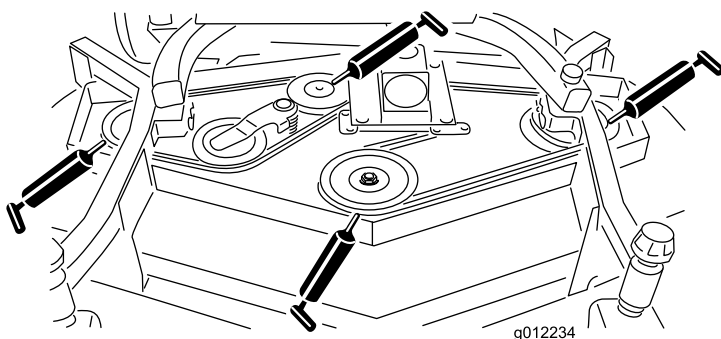

Figura 20
- Rolamentos do eixo (3) (debaixo da polia) (Figura 20)
- Rolamentos do eixo do braço intermédio (Figura 20)